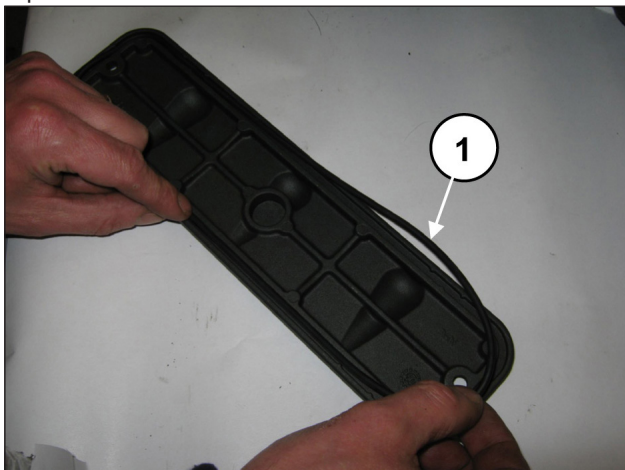
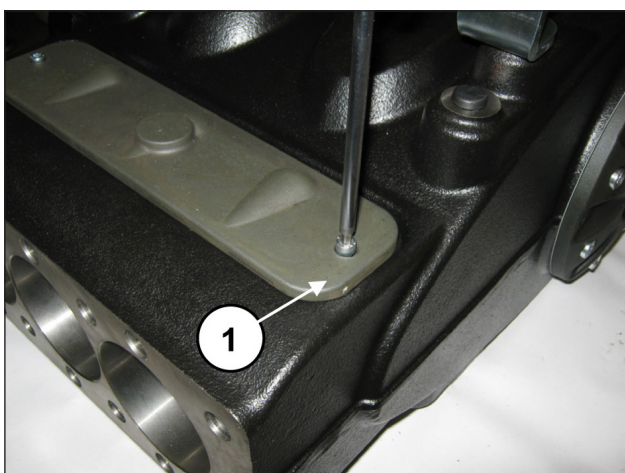

Fig. 91
Fig. 92
Applicare i coperchi ispezione con O-ring (pos. ①, Fig. 91) e serrare mediante 2+2 viti M6x14 (pos. ①, Fig. 92). Tarare le viti con chiave dinamometrica come indicato nel capitolo 3 TARATURE SERRAGGIO VITI.